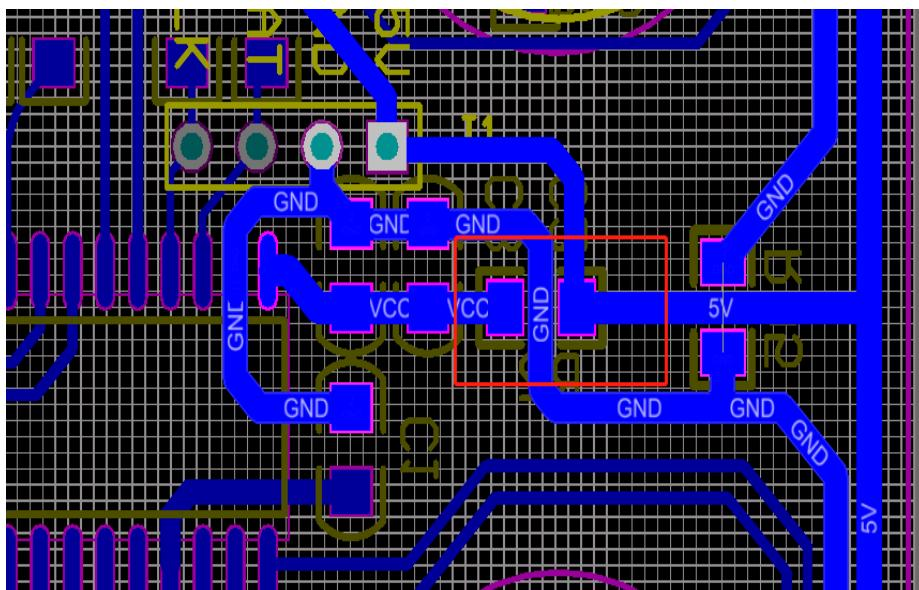

图 12
- 2) 功率部分与 MCU 控制部分的电源分离，可在芯片 VDD 输入前端串二极管或 10R 电阻并接大电容，防止芯片输入电压瞬时抖动，功率部分应在二极管或 10R 电阻前取电，如下图 12 所示：